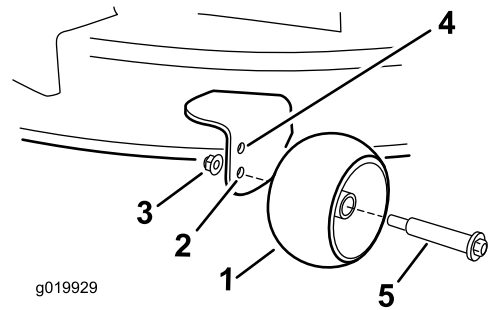

Figura 17
- Foro superiore – utilizzare questa posizione con il piatto di taglio a un'altezza di taglio di 63 mm e inferiore (Figura 17).
- Foro inferiore – utilizzare questa posizione con il piatto di taglio a un'altezza di taglio di 76 mm e superiore (Figura 17).